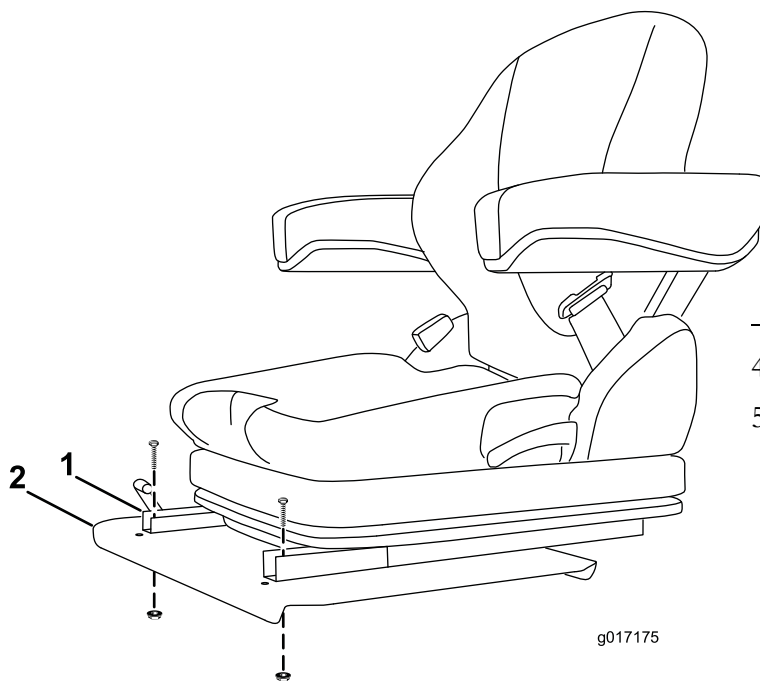

Figura 9
2. Monte el extremo delantero de cada guía del asiento a la chapa del asiento con un perno y una tuerca con arandela prensada (Figura 9).